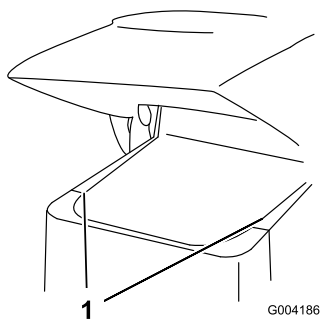

Figura 26
2. Fate scorrere le griglie laterali (Figura 26) verso l'alto e al di fuori delle fessure nella griglia e nel telaio anteriori.